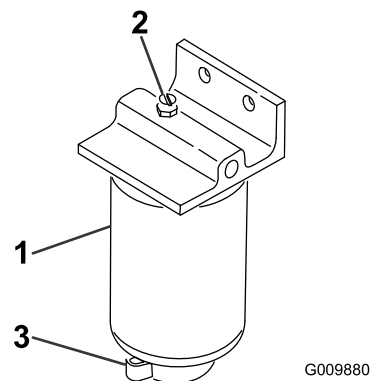

Bild 53
3. Lösen Sie das Ablassventil an der Unterseite der Filterglocke (Bild 53).
2. Reinigen Sie den Anbaubereich der Filterglocke (Bild 53).